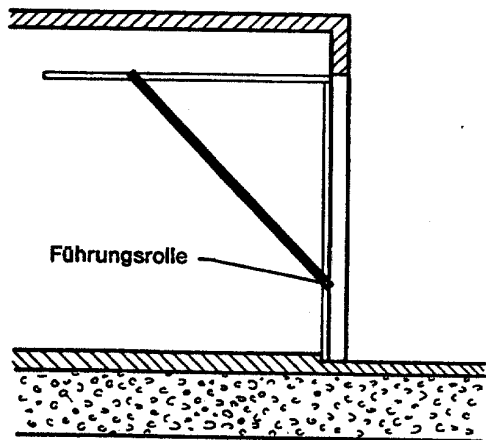

Bild 3
4.1.) Für nichtausschwingende Kipptore (Bild 3) muß der Standard-Torraum durch den Kipparm Art.-Nr. 21.006.50 (Sonderzubehör) ersetzt werden.